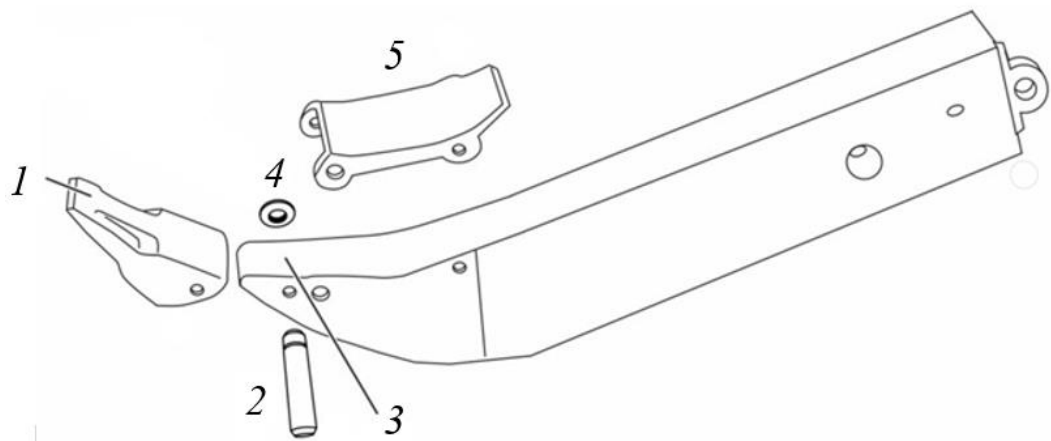

Рисунок 3.145. Коронка и протектор ножа рыхлителя
- Протектор 5, рис. 3.145, крепится на зубе рыхлителя аналогично коронке зуба.